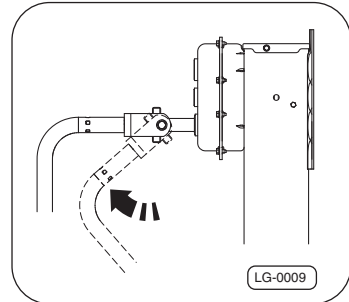

Abb. 8 · Kurbel einriegeln
Die Komfort Kurbel –Pfeil–, ⇒Abb. 8 riegelt automatisch in der waagerechten Arbeitsposition ein.
1. Kurbel einhängen –Pfeil –, ⇒Abb. 8.